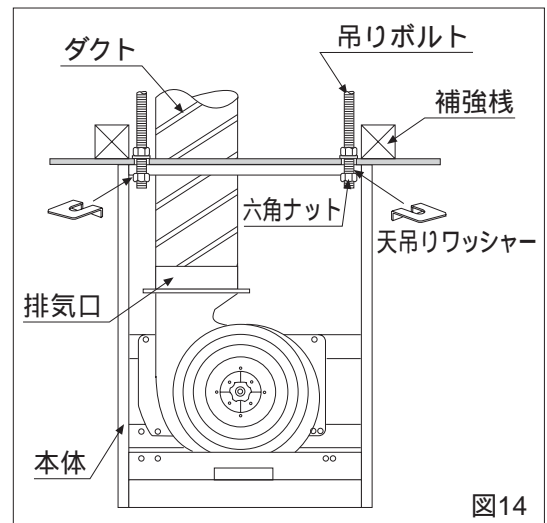

図14
(2) 本体の天井への固定
- ① 本体の天吊穴4ヶ所に吊りボルトを通して、本体を天井に押しつけてください。(図14)